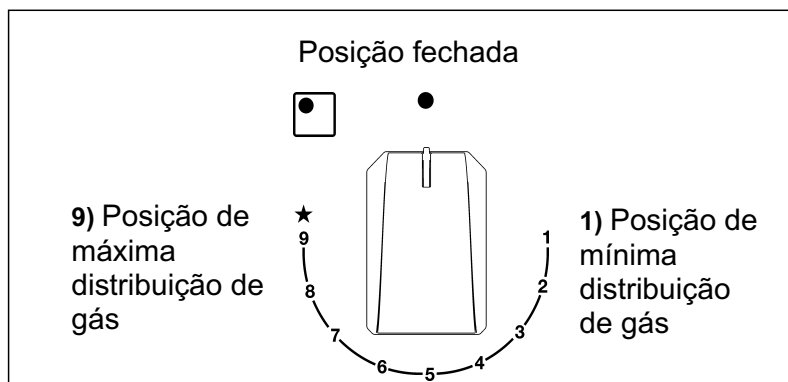

FIG. 17
Carregue no botão correspondente ao queimador que pretende utilizar e gire-o para a esquerda, colocando-o na posição de Máximo ★ (posição 9 fig.17). Prima então o botão até ao fim, a torneira está equipada com uma escala de 9 posições, com cada clique a chama é reduzida até atingir a posição de 1, ou seja, o fornecimento mínimo de gás.
Com os queimadores providos de termopar de segurança, é necessário girar para a esquerda o botão correspondente ao queimador que pretende utilizar, colocá-lo na posição de Máximo (posição 9 fig. 17) até perceber uma pequena paragem e premir então o botão. Com o queimador aceso, mantenha o botão premido durante cerca de 10 segundos.
- Quando a água começar a ferver, coloque o botão na posição de Mínimo (Posição 1, fig. 17).
- **queimadores com dispositivo de falha de chama só pode ser inflamado quando o botão tem-se relacionado com o total de Setembro, sobre a posição de Máximo (Posição 9, fig. 17).**